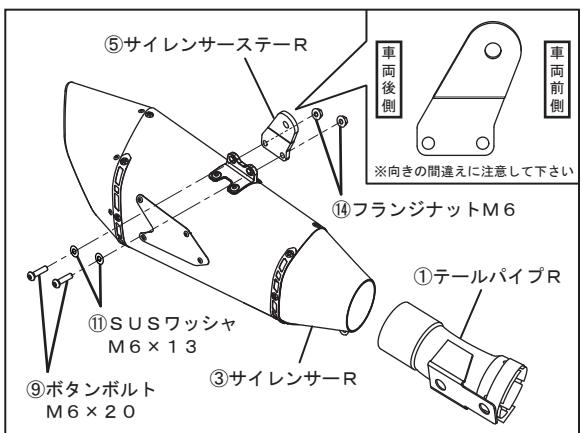

FIG. 3
5. ③サイレンサーRに⑨ボタンボルトM6×20、⑪SUSワッシャM6×13、⑭フランジナットM6を使用して⑤サイレンサーステーRを仮締めして下さい。
次に、手順4で組み立てた①テールパイプRを③サイレンサーRに取り付けて下さい。(FIG. 3, 4 参照)